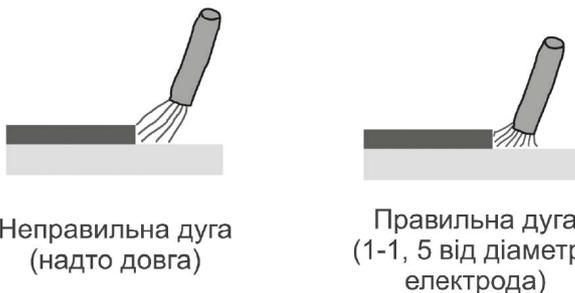

Рисунок 4. Відстань розташування електрода із покриттям до деталі під час ручного дугового зварювання («ММА»).
5. Після появи дуги одразу відвести електрод від поверхні майбутнього шва на відстань 2–4 мм і утримувати цю відстань протягом усього зварювального процесу (рис. 4).